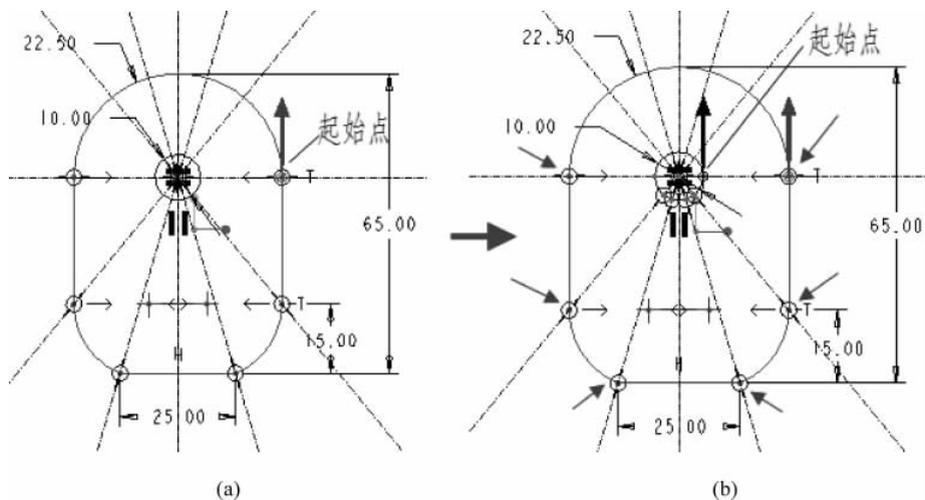

图 3-67 分割草图
④ 单击【基准】选项卡中的【中心线】按钮，根据截面 1 草图的线段数，绘制中心线，单击【约束】选项卡中的【重合】按钮，添加中心线与截面 1 线段端点的重合约束，如图 3-67(b) 所
示,单击【编辑】选项卡中的【分割】按钮,在添加重合约束对应的圆上进行分割,在中心线与圆交点处将整圆打断成6段圆弧,如图3-67所示。